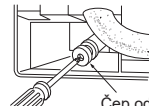

Fig. 3
- 4) Čep odtočne cevi vstavite v odprtino na zadnjem desnem delu notranje enote, kamor boste priključili odtočno cev. (Fig. 3)